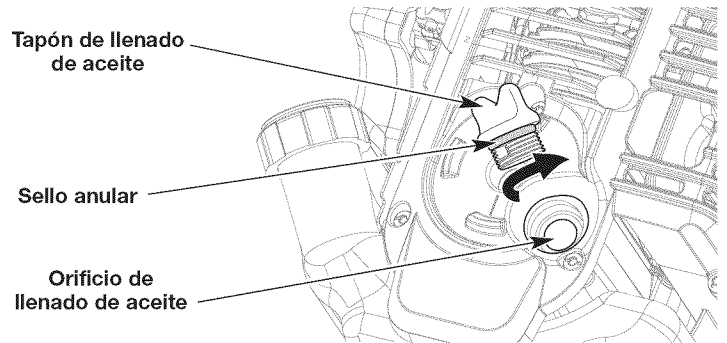

Fig. 8
4. Desenrosque el tapón de llenado de aceite (Fig. 8).
5. Vierta el contenido de la botella completa en el orificio de llenado de aceite (Fig. 8). **NO** rebose el tanque. Consulte la sección *Cómo comprobar el nivel de aceite*.
NOTA: Asegúrese de que el sello anular esté colocado en el tapón de llenado de aceite (Fig. 8).